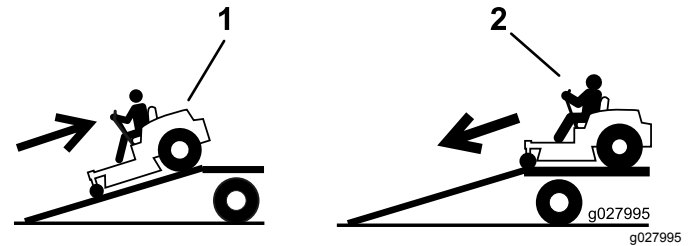

Bild 36
2. Fahren Sie die Maschine vorwärts von der Rampe herunter (Bild 36).